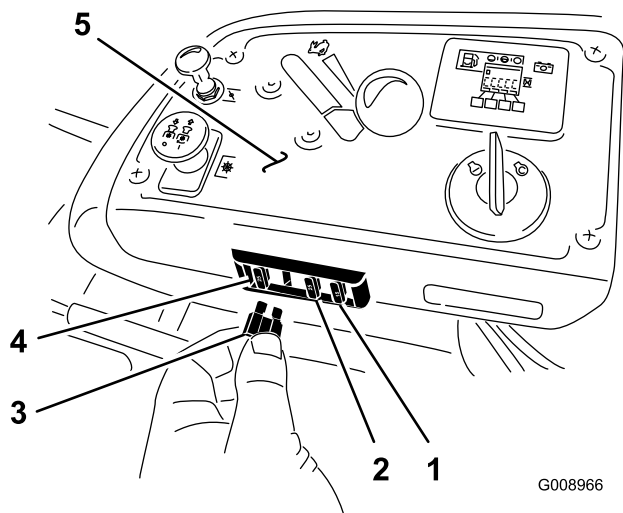

Figure 63
Les fusibles se trouvent sur la console, à droite du siège (Figure 63).
2. Remplacez le fusible (Figure 63).